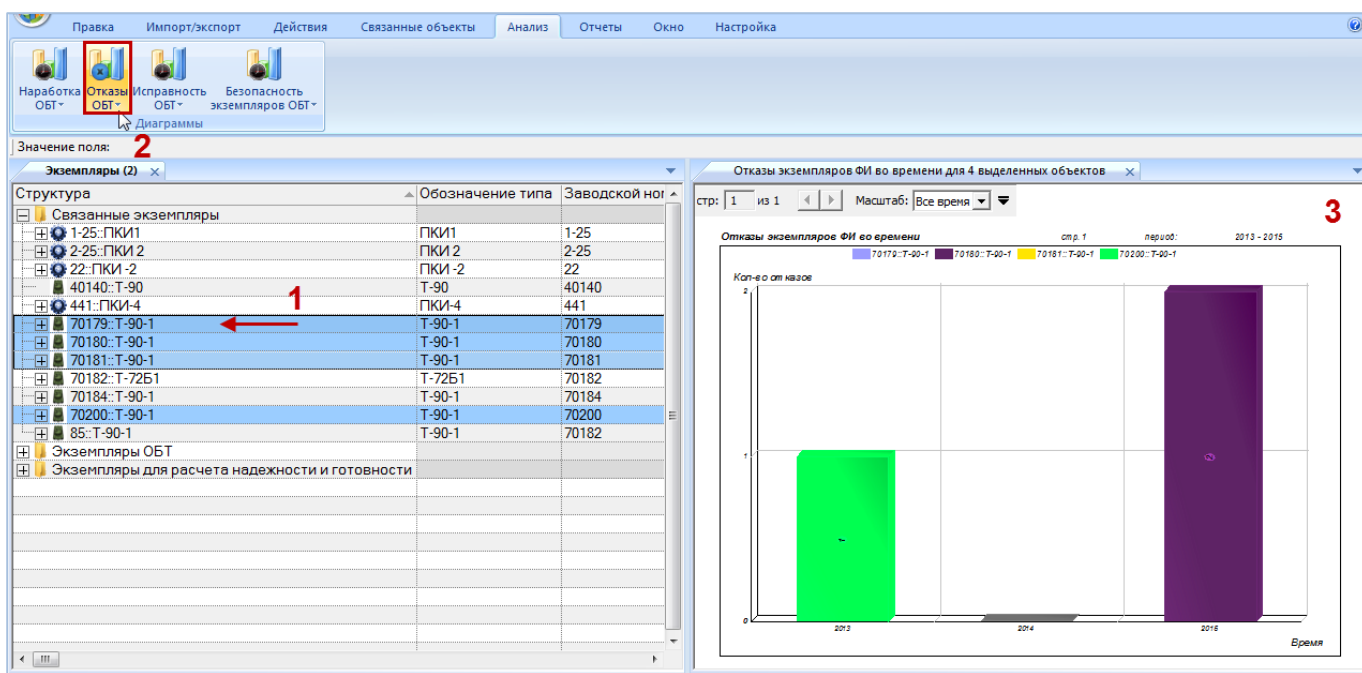

Рис. 26-70 – Построение диаграммы по неисправностям
4) В отдельном рабочем окне отображается диаграмма по неисправностям (3 на рис. 26-70). Краткое описание инструментов панели «Файл» для диаграмм приведено в пункте 5.4.7 «Панель «Диаграммы»», стр. 64.